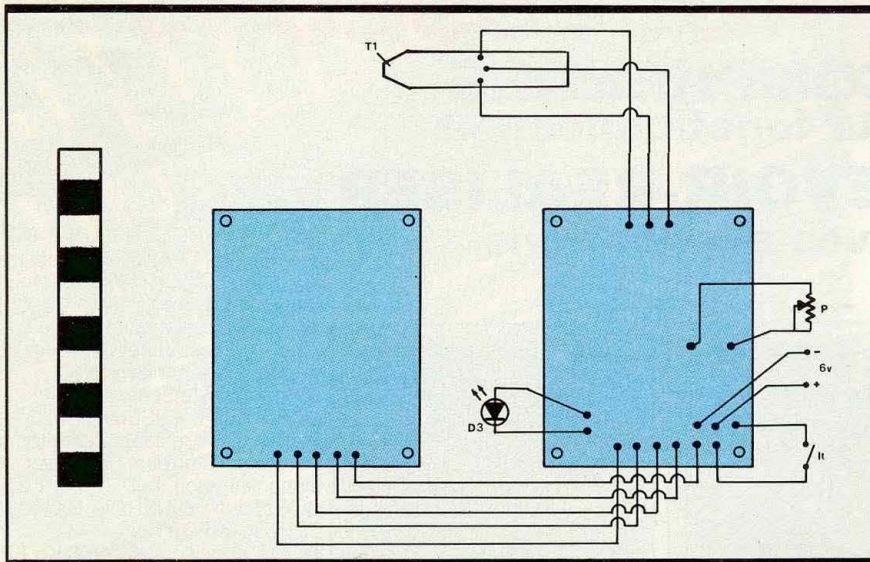

Fig. 10 Plan de câblage et exemple d'étiquette.
Coller la LED de contrôle à l'Araldite. Effectuer le câblage interne selon la figure 10 en utilisant de préférence du fil de couleur afin d'éviter toute erreur. Notons cependant que le risque d'erreur est vraiment faible pour ce montage. At-
e) Câblage final (fig. 10)